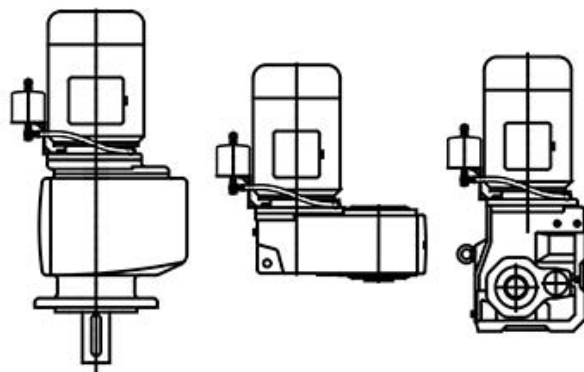

Figure 18 : Position du vase d'expansion d'huile
Le vase d'expansion doit être monté verticalement avec le raccord de tuyauterie vers le bas et la vis d'évent vers le haut. Le vase doit être monté le plus haut possible, en tenant compte de la longueur du flexible. Pour des propositions de position du vase d'expansion d'huile, voir Figure 18. Notez que dans le cas de la position de montage M4 avec position de la boîte à bornes en position 2, un montage du vase d'expansion d'huile n'est pas possible.
2. Montez le vase d'expansion d'huile conformément à la Figure 18. Alignez-le pour cela parallèlement à l'arbre moteur.